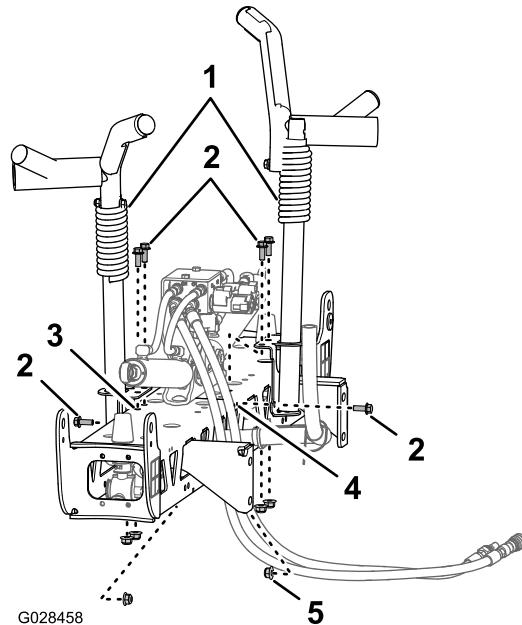
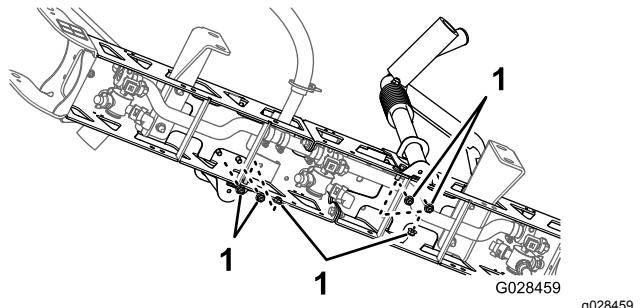

Figura 37
Figura 38
2. Alinhe as cavidades de transporte da rampa com a secção da rampa central (**Figura 37**).
3. Monte as cavidades na secção da rampa (**Figura 37** e **Figura 38**) com seis parafusos ($\frac{3}{8}$ pol. x 1 pol.) e seis porcas de bloqueio flangeadas ($\frac{3}{8}$ pol.).